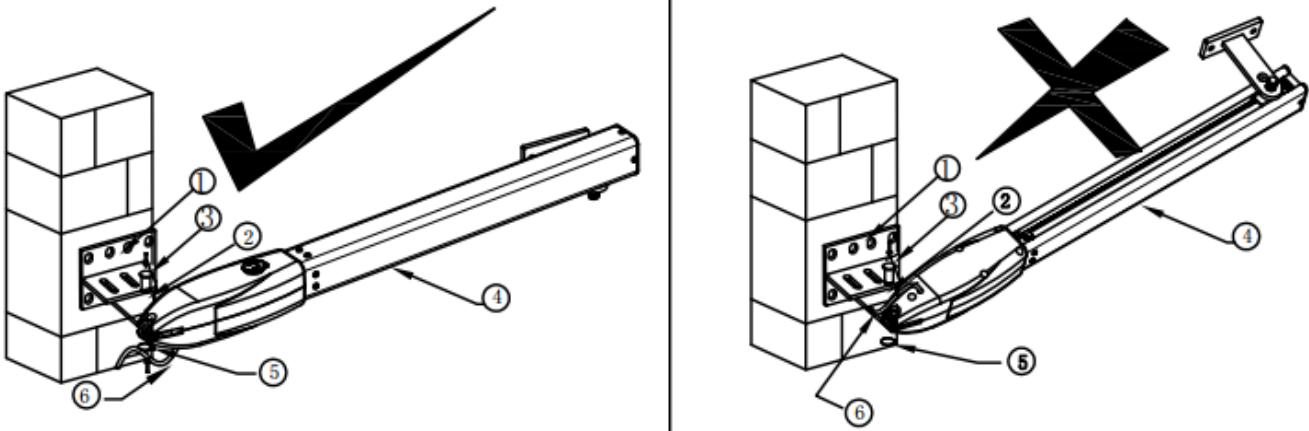
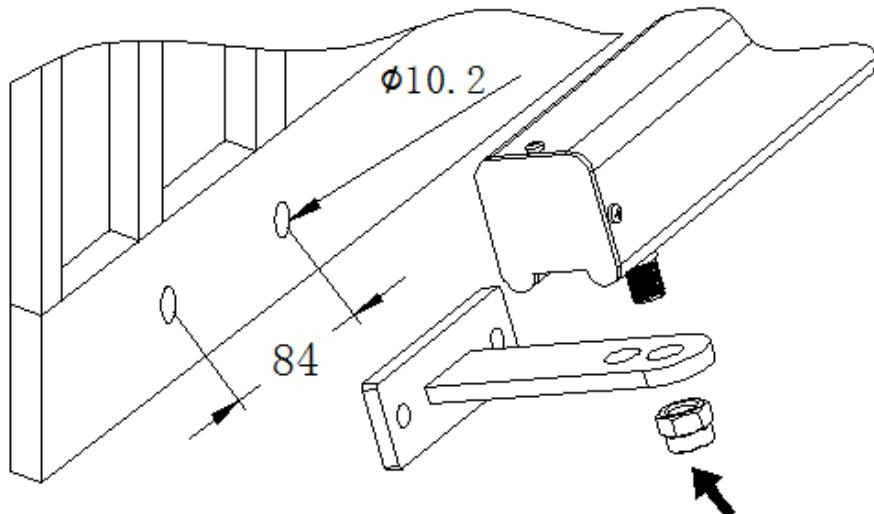

Рис. 6 Установка привода на задний кронштейн
Рис. 7 Установка привода на передний кронштейн
- Установите приводы на задние и передние кронштейны (Рис. 6 и 7). На заднем кронштейне (1) зафиксируйте привод с помощью штифта (2), стопорных шайб и шпилек (Рис. 6). На переднем кронштейне установите привод на ось кронштейна и заблокируйте ключом (подробнее о блокировке и разблокировке привода в Разделе 4.3. “Ручная разблокировка привода”) (Рис. 7).
! Кабель питания привода (6) должен находиться под задним кронштейном крепления привода. Правильная установка показана на Рис. 6 левая картинка, НЕ правильная установка показана на Рис. 6 правая картинка.